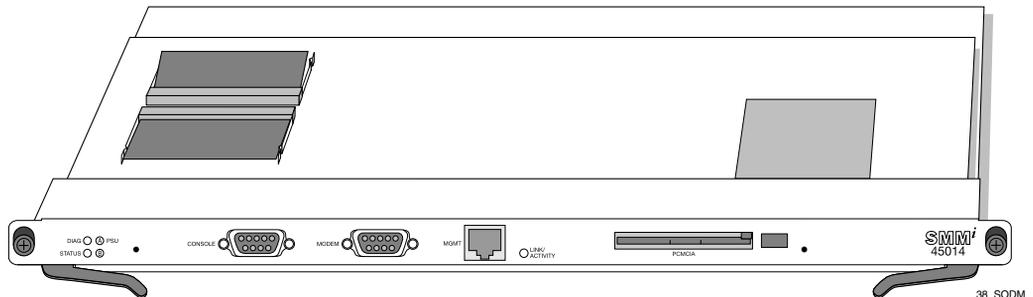

Figura 3-7: Agregación de un SODIMM
- 4 Asegure el SODIMM oprimiéndolo firmemente hacia abajo hasta que el SODIMM esté bien apretado en el enchufe y que los cierres eyectores giran en su posición, como se muestra en la Figura 3-7.